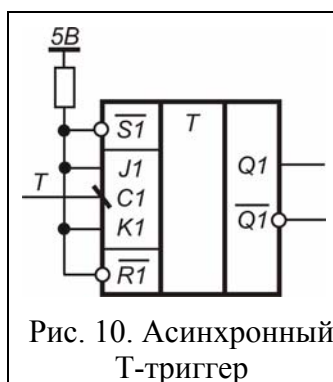

Рис. 10. Асинхронный T-триггер
На основе JK-триггера можно получить D- и асинхронный и синхронный T-триггеры (рис. 10 – 12).
9. В EWB на основе JK-триггера 74112 собрать D-триггер и асинхронный и синхронный T-триггеры согласно рис. 10 – 12 и измерить их таблицы истинности.